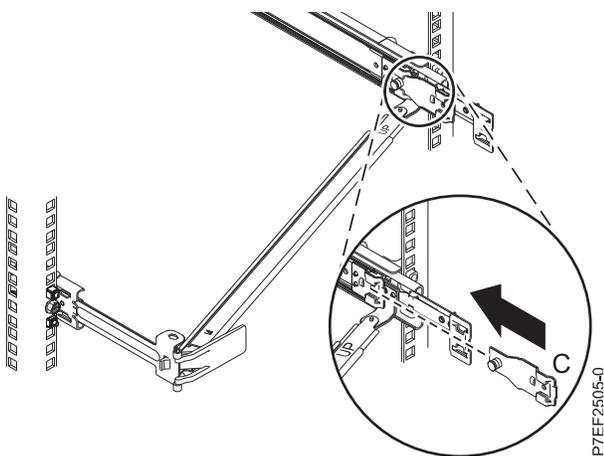

Abbildung 14. Halterung in der Schiene installieren
6. Bringen Sie den Kabelträgerhaltewinkel (**B**) an der Aussparung an der Innenseite der linken Schiene an, indem Sie den Haltewinkel (**B**) in die Schiene schieben, bis der gefederte Stift einrastet. Einzelheiten finden Sie unter Abb. 14.